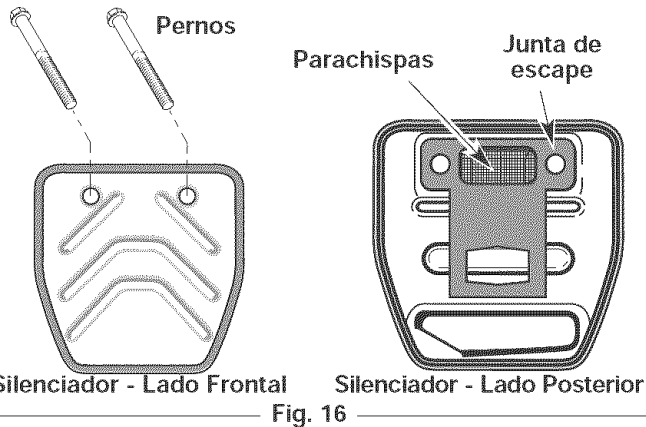

Fig. 16
2. Ubique el frente del silenciador y los dos (2) pernos que lo sujetan al motor (Fig. 16). Quite los dos (2) pernos con un destornillador de punta plana, una llave de tubo de 5/16 o destornillador para tuercas. Hale el silenciador del motor.
3. Voltee el silenciador al lado posterior y ubique la junta de escape. Retire la junta de escape (Fig. 16).
7. Ponga la junta del silenciador contra el lado posterior del mismo. Alinee los orificios de los pernos de la junta del silenciador en el silenciador. Mientras sostiene la junta en su lugar, ponga los pernos en el lado frontal del silenciador (Fig. 16).